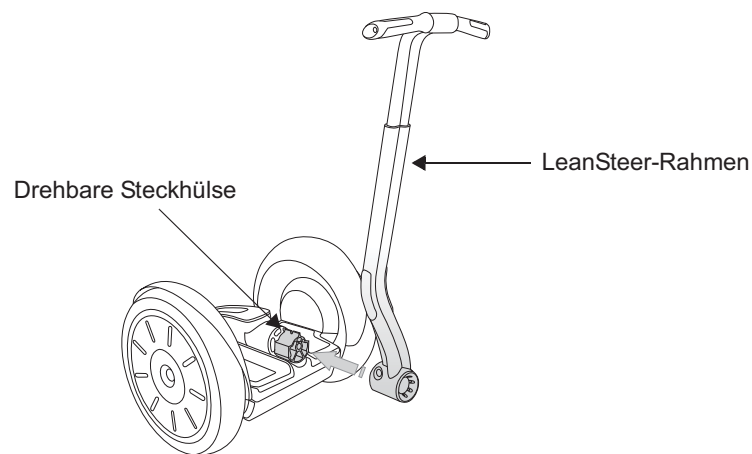

Abbildung 31. Montage des Lenkers/LeanSteer-Rahmens an der drehbaren Stechhülse
2. Schieben Sie den LeanSteer-Rahmen auf die drehbare Stechhülse (siehe **Abbildung 31**).